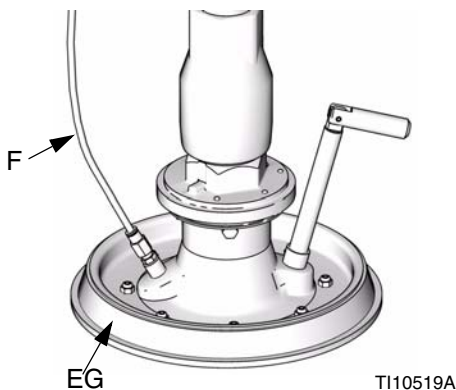

FIG. 10
Vea la FIG. 10. Si el plato seguidor no sale fácilmente de la cuba cuando se alza la bomba, es posible que el tubo del aire de asistencia (F) o la válvula de retención estén atascados. Una válvula atascada impide que el aire llegue a la parte inferior del plato para ayudarlo a alzarse y salir de la lata.
2. Limpie el tubo auxiliar de aire (F) del plato seguidor. Limpie todas las piezas de la válvula y vuelva a armarla.